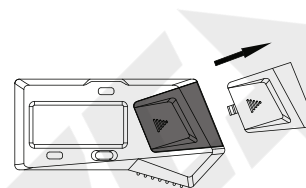

Fig.1
---Remova a tampa da bateria (Fig. 1)